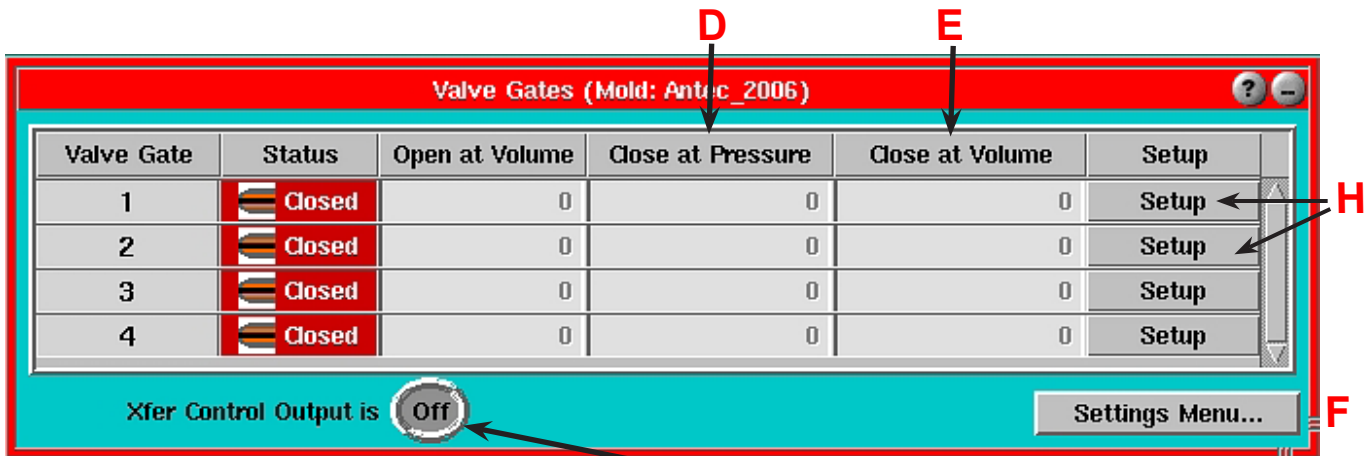

Abbildung 13a: Steuerungs-Tool "Schieberventile"
- I. **Schieberventil-Öffnungssteuerung:** Um diesen Bildschirm aufzurufen, wählen Sie "Ventilöffnungssteuerung" aus Setup aus (siehe "H" in Abbildung 13A auf Seite 12). Hier können Sie auswählen, wann sich das ausgewählte Schieberventil öffnen soll. Es ist zu beachten, dass mehr als eine Option oder "keine" ausgewählt werden kann, wenn eine Kavität während des Prozess-Setups geschlossen bleiben soll.